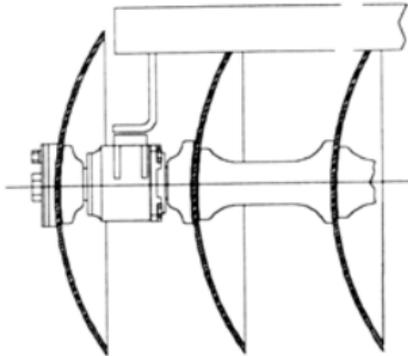

Figura 6
- 09 - Levante el armazón (delantero o trasero) y coloque el conjunto de los discos en línea. Observar la disposición de los mismos en la figura 3. Haga coincidir la perforación de las zapatas con las de los cojinetes, efectúe el montaje a través de los tornillos (1). Observe que el soporte de fijación (zapata) debe quedar girado para la concavidad del disco, observe la figura 6.